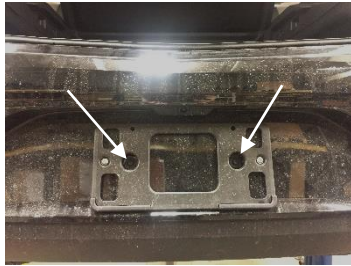

Figure 2
- 1. Enlever le carénage de pare-chocs** – Ouvrir le coffre. Utiliser un tournevis T15 pour retirer cinq (5) vis de la doublure de passage de roue de chaque côté. Pousser la doublure de côté. À l'aide d'une douille 7 mm, retirer la vis qui fixe le carénage au pare-chocs de chaque côté. Retirer la plaque d'immatriculation afin de retirer deux (2) vis à l'aide d'un tournevis T15, voir la **Fig. 2**. Retirer les feux arrière afin d'exposer deux languettes de carénage. Enlever le panneau d'accès à l'intérieur du coffre, derrière les feux arrière. Dévisser deux (2) écrous à oreilles en plastique, pousser avec précaution sur le feu arrière directement vers l'arrière, puis débrancher le feu arrière. Pousser vers le bas sur les languettes de carénage tout en tirant sur le carénage avec précaution. À l'aide d'un écarteur en plastique, retirer avec précaution le carénage en plastique en commençant par les bords extérieurs près des passages de roue. Débrancher le câblage du carénage s'il y a lieu.